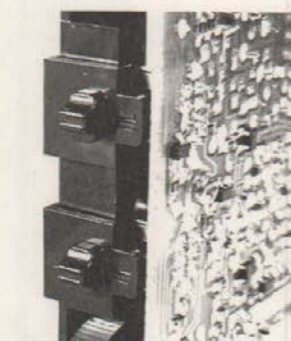

Fig.12
- Schalterknöpfe abziehen (Fig.12).
- Pull off the buttons (Fig.12).